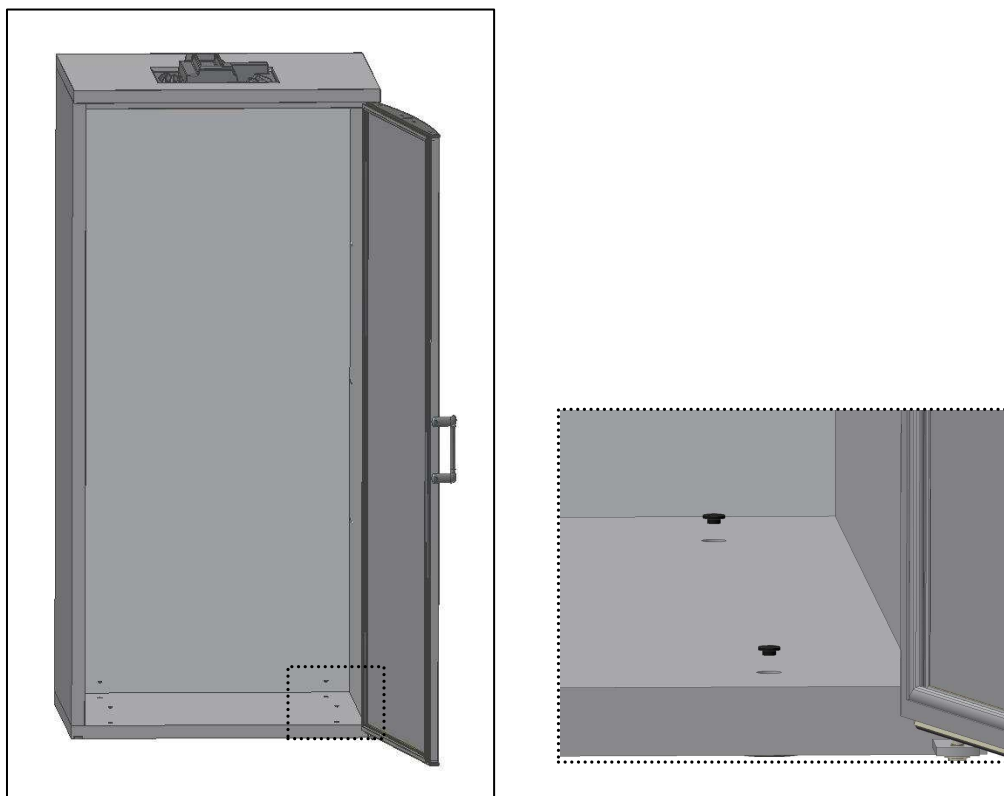

Fig. 11
- Collocare i **cappucci** nel fondo (Fig. 11);